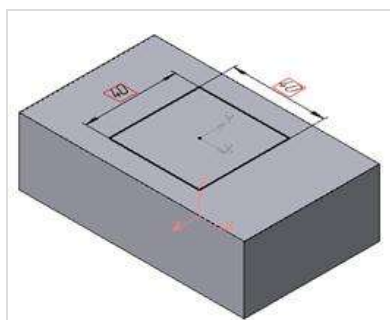
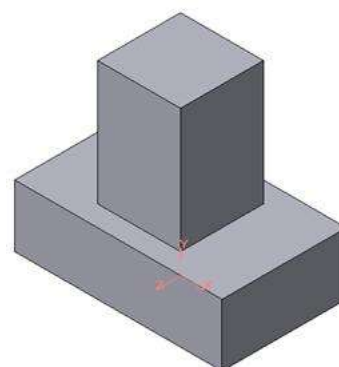

Рис.22 Эскиз призмы
Рис.23 Операция приклеивания элемента
2. Для построения верхнего элемента детали - прямоугольной четырехгранной призмы на верхней плоскости основания вычертим эскиз - квадрат со сторонами 40 мм (рис.22) и приклеим призму выдавливанием на 50мм (рис.23).